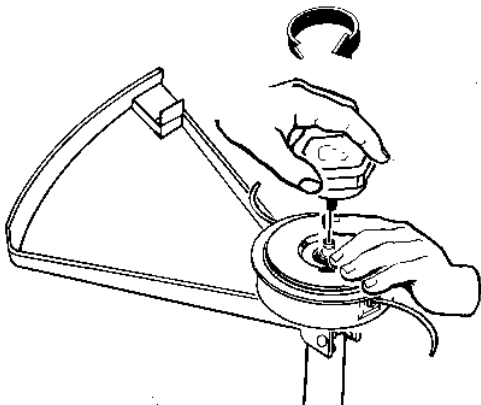

Fig. 20
10. Continuer d'appuyer sur la bobine jusqu'à ce que l'axe dépasse suffisamment pour permettre de visser le bouton. Visser le bouton de gauche à droite (Fig. 20).